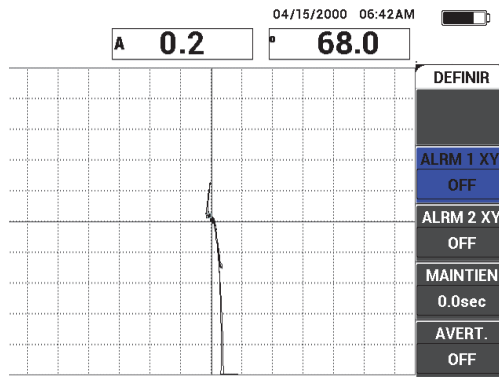

Figure 6-32 Balayage au-dessus d'un décollement et d'une zone réparée
6. Balayez lentement au-dessus d'un décollement et d'une zone réparée, et puis appuyez sur la touche FREEZE (❄) [voir la Figure 6-32 à la page 157].